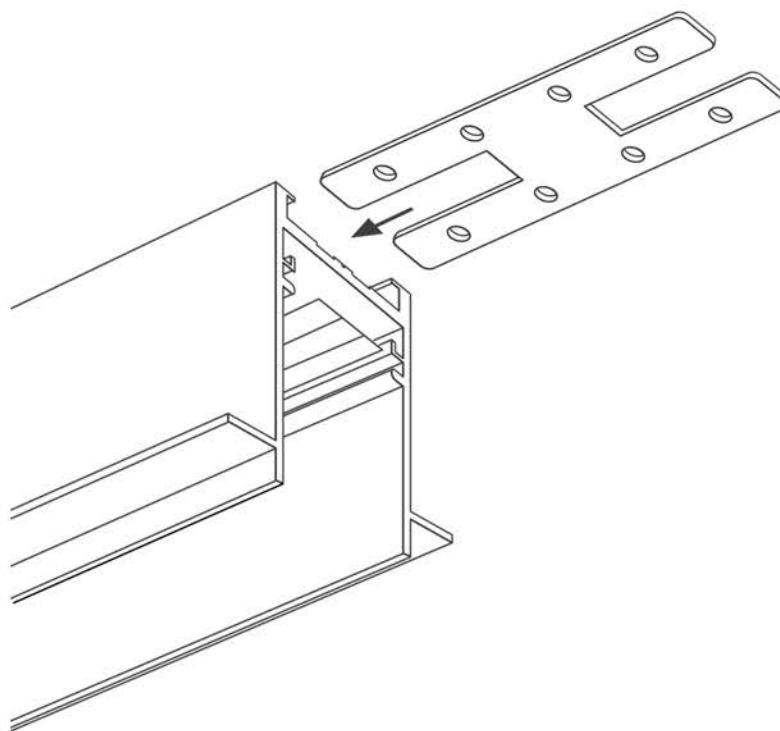

Рис. 3. Установка соединителей в пазы шинопровода
- 3.7. Установите в паз шинопровода коннектор прямой MAG-CON-25-UP арт. 033432 на половину его длины и закрепите установочными винтами из комплекта поставки (см. рисунок 3). В случае ее наличия предварительно снимите торцевую заглушку. Ответную часть коннектора установите в соответствующие пазы другого шинопровода и/или коннектора и закрепите установочными винтами.